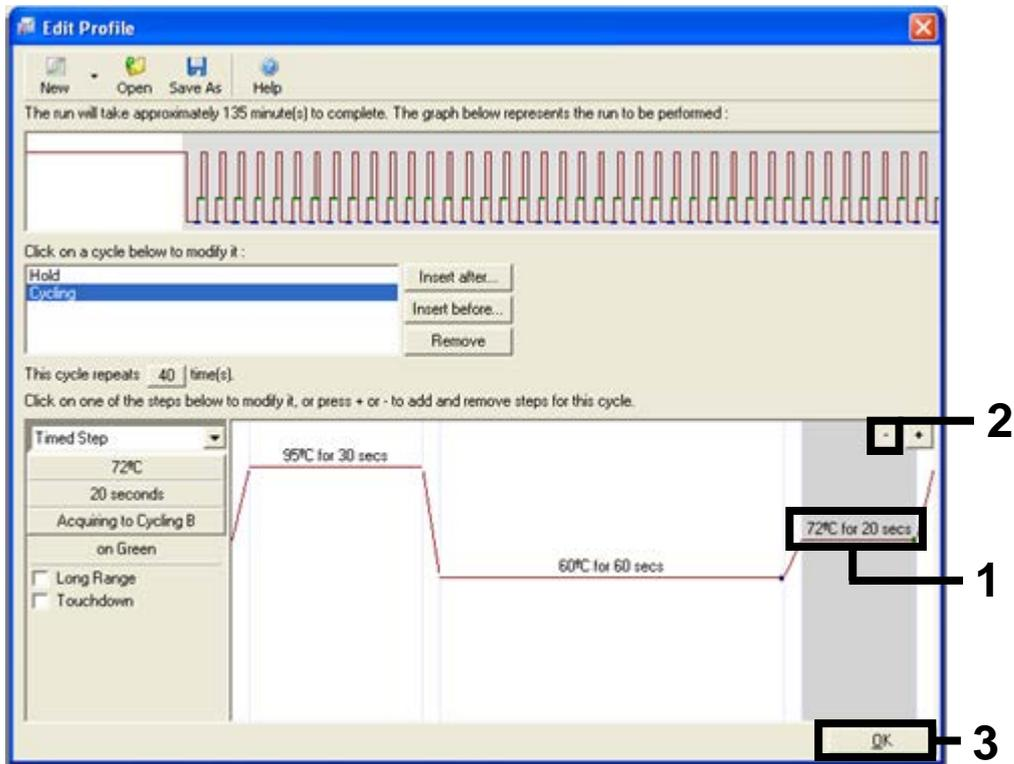

Figure 29. Suppression de l'étape supplémentaire (1 = troisième étape, 2 = bouton de suppression, 3 = bouton « OK »).
11. Mettre la troisième étape en surbrillance et la supprimer en cliquant sur le bouton « - ». Cliquer sur « OK » (figure 29).